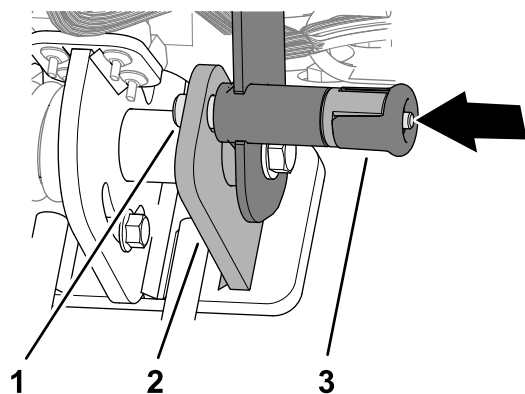

図 73
2. ラッチピンがディテントプレートの穴に完全に嵌っていることを確認する 図 73。